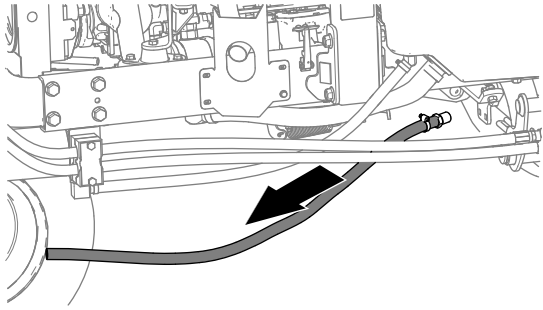

Bild 46
2. Entfernen Sie den Rücklaufschlauch des Ölkühlers von der Maschine (Bild 46).